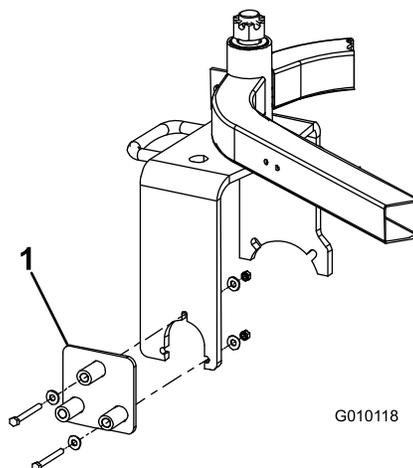

Figura 1
1. Monte o guia de perfuração no lado direito da forquilha da roda giratória com dois parafusos de (5/16 pol. x 3 pol.), quatro anilhas e quatro porcas (Figura 1).